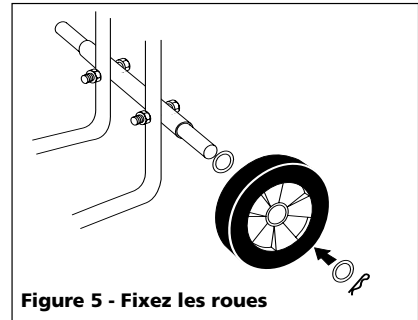

Figure 5 - Fixez les roues
- Répétez pour l'autre côté (Voir la Figure 5).